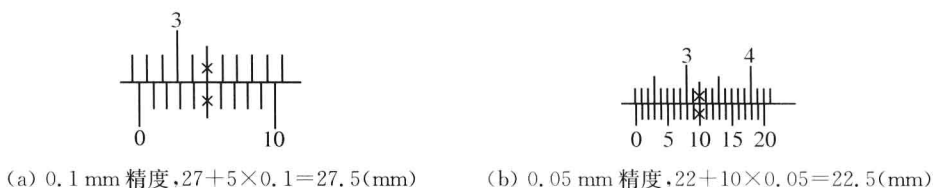

图 1-15 游标卡尺的读数方法
① 读出副尺 0 刻度线所指示的主尺上左边刻度线的整数部分。② 观察副尺上 0 刻度线右边第几条刻度线与主尺上某一刻度线对准,将游标精度乘以副尺上的格数即为毫米小数值。
③ 将主尺上整数和副尺上的小数相加即得被测工件的尺寸,如图 1-15 所示。